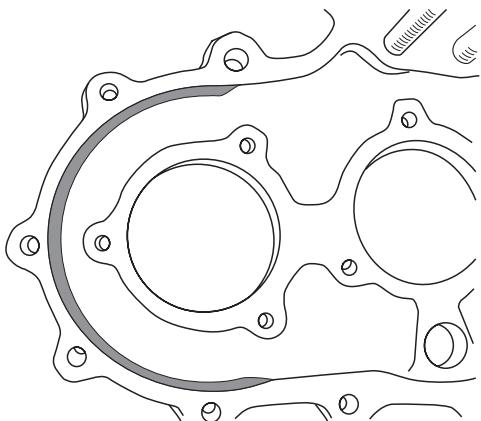

Рис. 9
- Установите на вал привода переднего моста шестерню из комплекта. Вал с шестерней в сборе установите в корпус. Доработайте корпус, как у вала заднего моста. После доработки крышка будет выглядеть как на **Рис. 9**. Доработанная область на рисунке обозначена серым цветом.